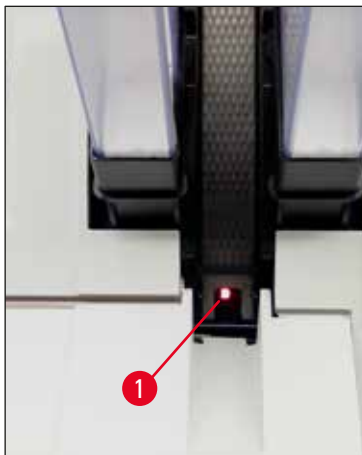

Fig. 49
- Estación de carga (→ "Fig. 49")